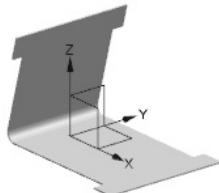
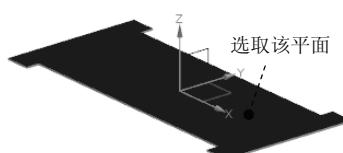
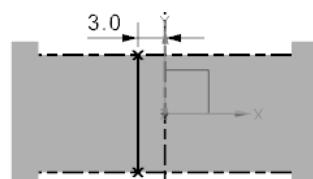

图 4.8.6 “折弯”特征 1
图 4.8.7 选取草图平面
图 4.8.8 折弯线
Step4. 创建图 4.8.6 所示的“折弯”特征 1。选择下拉菜单 **插入(S)** → **折弯(W)** → **折弯(B)...** 命令，系统弹出“折弯”对话框；单击  按钮，系统弹出“创建草图”对话框，选取图 4.8.7 所示的平面为草图平面，单击 **确定** 按钮；绘制图 4.8.8 所示的折弯线，完成后退出草图环境；在“折弯”对话框 **折弯属性** 区域下的 **角度** 文本框中输入折弯角度值 105；在 **内嵌** 下拉列表中选择 **折弯中心线轮廓** 选项；在 **折弯参数** 区域中单击 **折弯半径** 文本框右侧的  按钮，在弹出的菜单中选择 **使用本地值** 选项，然后在 **折弯半径** 文本框中输入折弯半径值 1；其他参数采用系统默认设置；单击 **<确定>** 按钮，完成特征的创建。